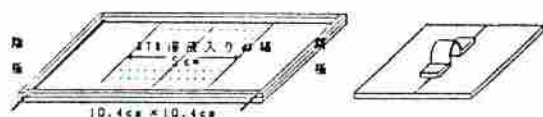

図1 イオンの移動観察装置
(1) アクリル容器の作製
- ① アクリル板(104mm×104mm)に縁取りをするようにアクリル角材を接着する。
- ② ①の接着部に図のような穴を開ける。
- ③ ②の穴にステンレス針金を通す。
(2) アクリル板の製作
- ① アクリル板を加熱し、図のように成形し、アクリル板に図1のように接着する。